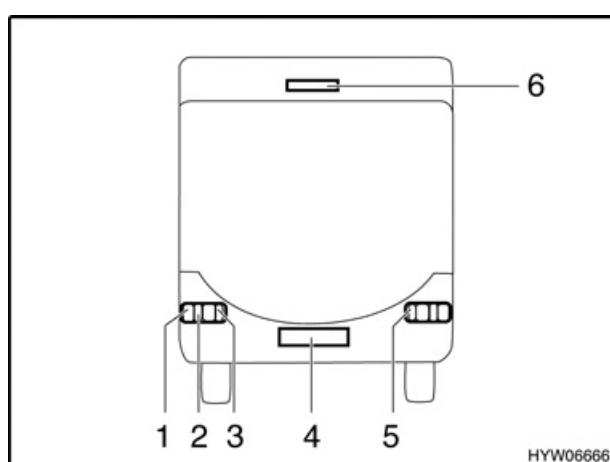

Bild 102 Beleuchtung Heck
- Gehäuseschrauben (Bild 102,1 bis 5) lösen.
Die dritte Bremsleuchte (Bild 102,6) nur komplett austauschen.